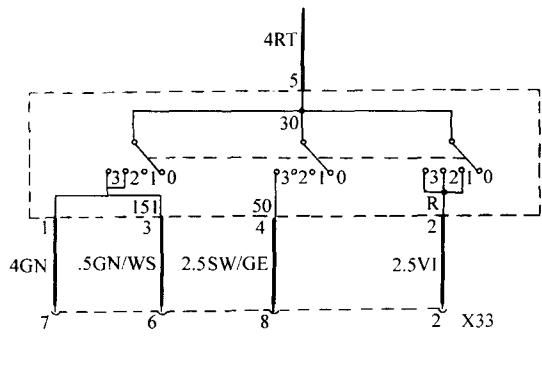

图 1-9 宝马汽车点火开关接线图
(1) 对组合式开关,如图1-9宝马汽车的点火开关,一般可用表1-2或表1-3来说明。